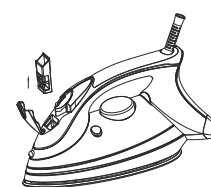

Рис..3
1. Откройте крышку отверстия для заливания воды и снимите насадку для фильтрации (Рис.3).